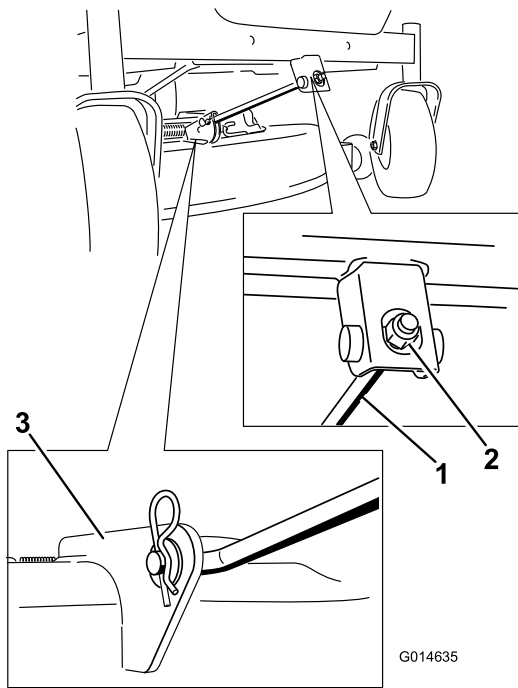

Figura 54
- Remova o contrapino do gancho da barra de suporte da frente e remova a barra do suporte da plataforma (Figura 54). Baixe cuidadosamente a parte da frente da plataforma do cortador para o solo.
- Coloque a barra de suporte frontal na plataforma do cortador com o pino de segurança e contrapino do gancho (Figura 54).